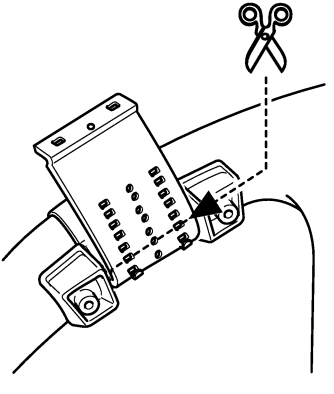

Fig. 8
2. Cortar la parte sobresaliente de la correa en el centro del soporte interno. (Fig. 8)